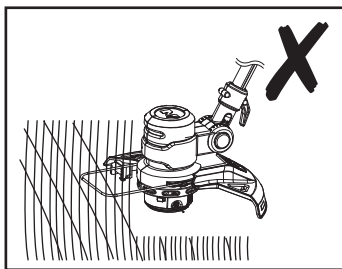
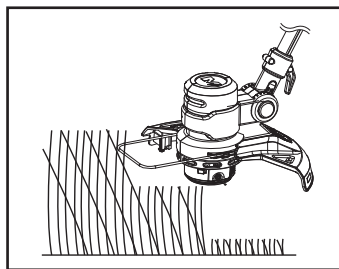

Fig. 16
Fig. 17
7. Asigură-te că dispozitivul de tăiere este curat și fără resturi ce pot produce blocarea. Verifică periodic. Eliberează comutatorul de pornire/oprire (2) și deconectează produsul de la sursa de alimentare înainte de a verifica.
8. Taie iarba mai lungă în mai multe etape, nu dintr-o singură mișcare (fig. 16). Pentru cele mai bune rezultate, taie iarba mai lungă în etape (fig. 17).